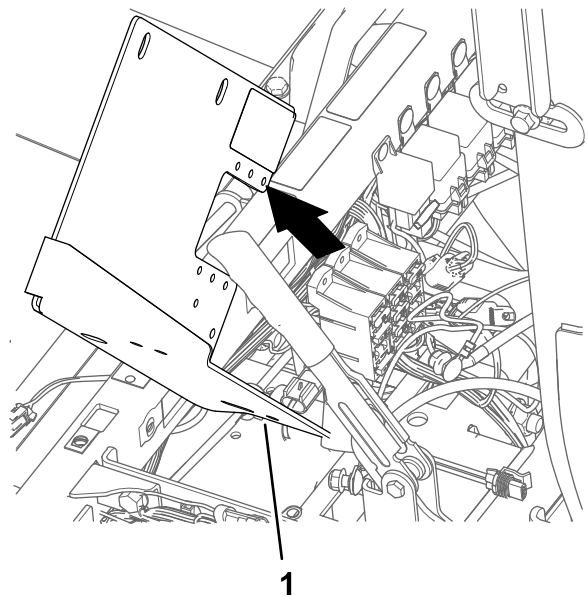

Рисунок 174
6. Снимите кронштейн аккумуляторной батареи с машины (Рисунок 174).